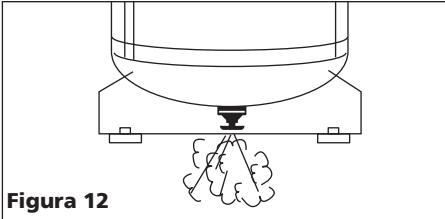

Figura 12
- Drene el tanque. Apague el compresor y libere toda la presión, después: Abra la llave de drenaje, ubicada debajo del tanque, para drenarle toda la humedad (Vea la Figura 12).